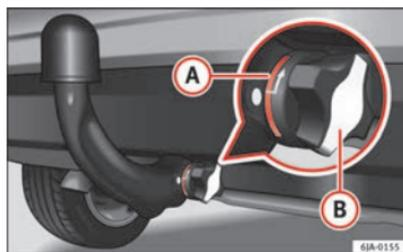

Fig. 119 Sujeción correcta de la barra de cabeza esférica
- La marca roja **A** ⇒ fig. 119 en la ruedecilla manual señala hacia la marca blanca en la barra de cabeza esférica.